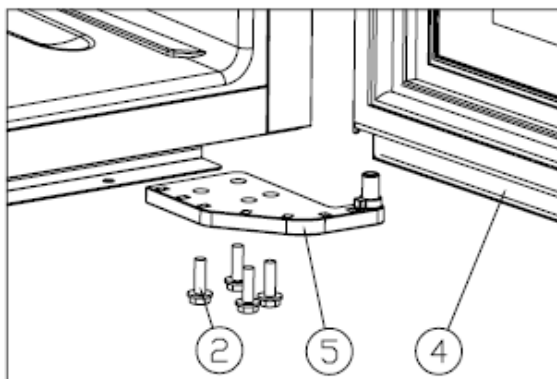

Figure 2
- Désérrez les vis ②, démontez la charnière inférieure droite ⑤, et retirez la porte . [Figure 2].